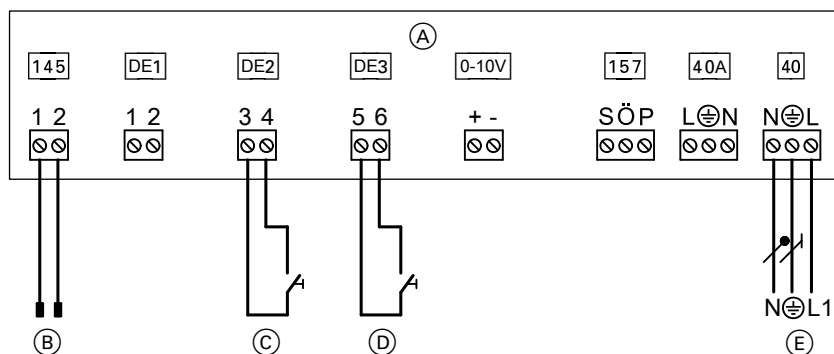

Abb. 39
- An Erweiterung EA1 gemäß Abb. 39